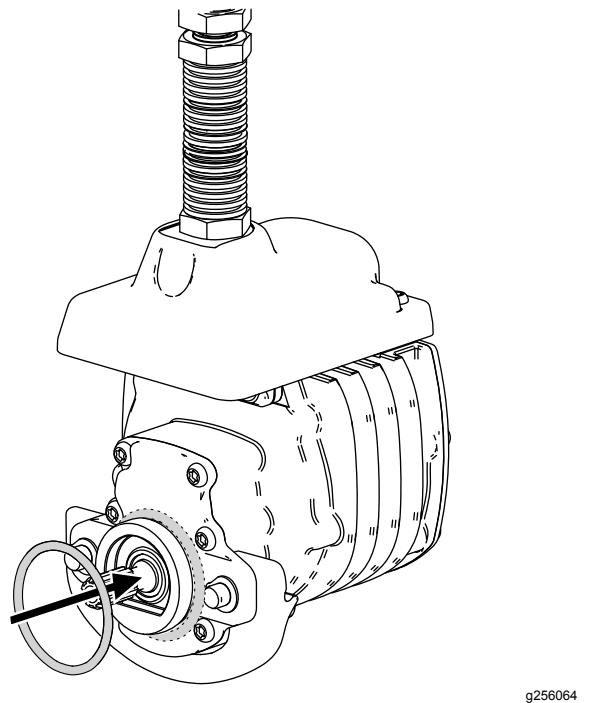

Bild 10
3. Legen Sie einen O-Ring auf jeden Spindelmotor, wie in Bild 10 abgebildet.